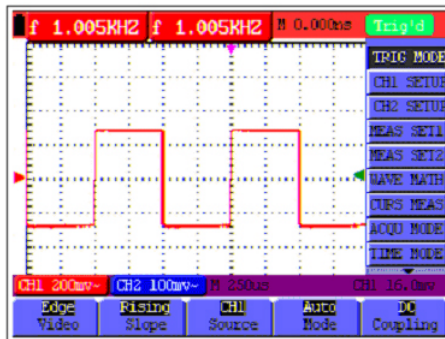

Figura 16.- Disparo por flanco.
5. Pulse las teclas "**OSC ▲**" o "**OSC ▼**" para ajustar la posición del nivel de disparo. (Ver Figura 16).